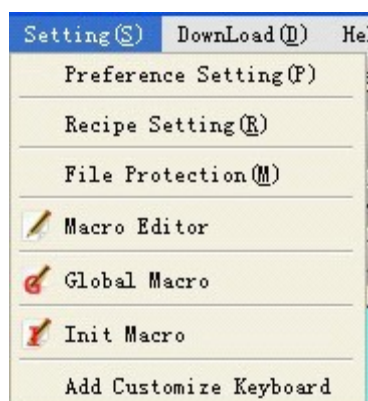

Рисунок 2-34: Меню “Setting”
Меню “Setting” состоит из следующих команд: Preferences Setting (P), Alarm Setting (A), Recipe Setting (R), File Protection (M), Macro Editor, Converter, Global Macro и Initial Macro. Смотрите рисунок 2-34.